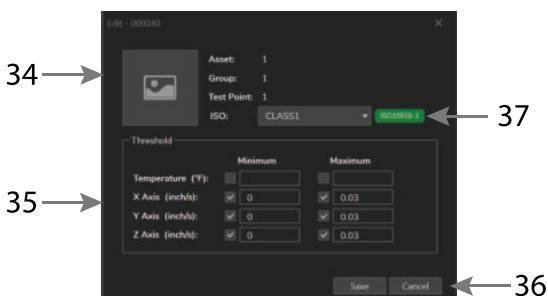

Figura 10.7 Fare clic sulla matita di modifica per aprire questa schermata delle opzioni del sensore.
28. Fare clic sulla matita per aprire la finestra MODIFICA (mostrata di seguito nella Figura 10.7).